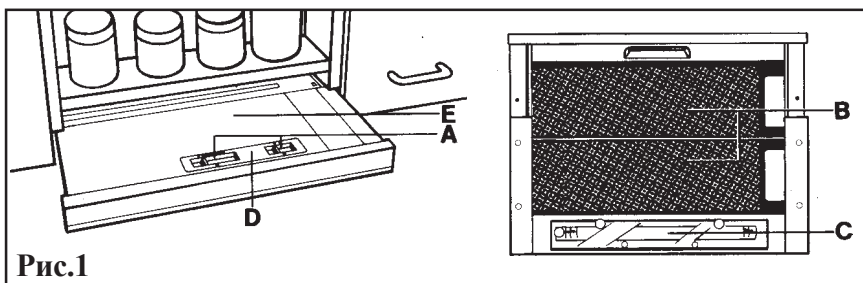

Рис.1
- Включите прибор линейным переключателем и полностью выдвиньте вытяжную часть (см. рис.1 - E).